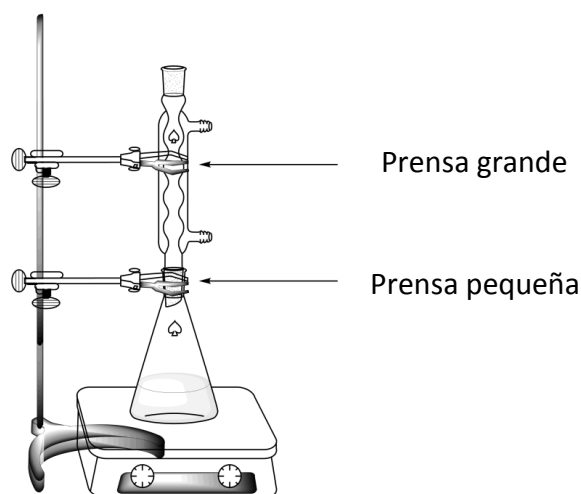

Figura 1. Esquema para calentar la mezcla de reacción con reflujo
4. **Acople** el condensador, en posición de reflujo, con el frasco Erlenmeyer como se muestra en la Figura 1 (aflojando y ajustando las pinzas grande y pequeña). Levante la tarjeta de **HELP**. Un asistente de laboratorio vendrá a abrir el agua y encender el calentador-agitador.
14. **Recristalice** el producto crudo contenido en el matraz Erlenmeyer de 50 mL con la cantidad apropiada de esta mezcla de agua / etanol, utilizando el mismo sistema empleado en el calentamiento por reflujo (Figura 1). Levante la tarjeta de **HELP**. Un asistente de laboratorio vendrá a abrir el agua y encender el calentador-agitador. **Añada** el disolvente por la parte superior del condensador, en caso de ser necesario.